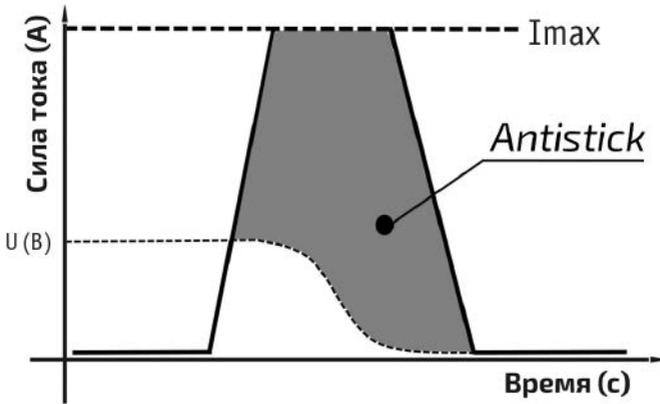

Рис. 7.3.2. Antistick.
**Antistick:** данная функция устраняет прилипание электрода к изделию. Аппарат автоматически снижает ток до минимального, чтобы не допустить перегрева электрода (см. рис. 7.3.2).